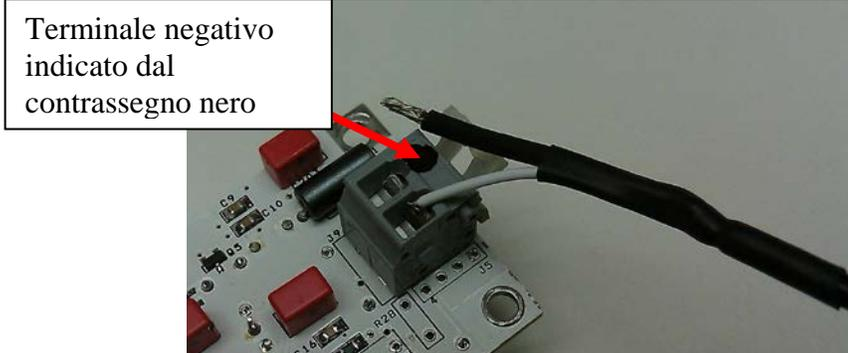

Figura 1: Collegamento Conduttore Unità Sonda
- g) Sul quadro elettrico, spingere i morsetti in basso e inserire i nuovi conduttori, accertandosi che il conduttore nero sia installato nel terminale indicato con la vernice nera (cfr. Figura 1).